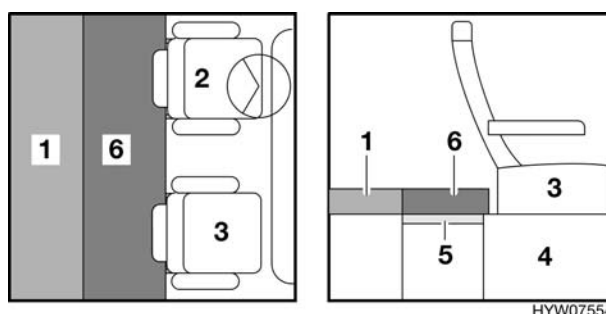

Fig. 45 Dopo la trasformazione
- Posizionare il cuscino aggiuntivo (Fig. 45,6) sulle basi d'appoggio (Fig. 45,5).